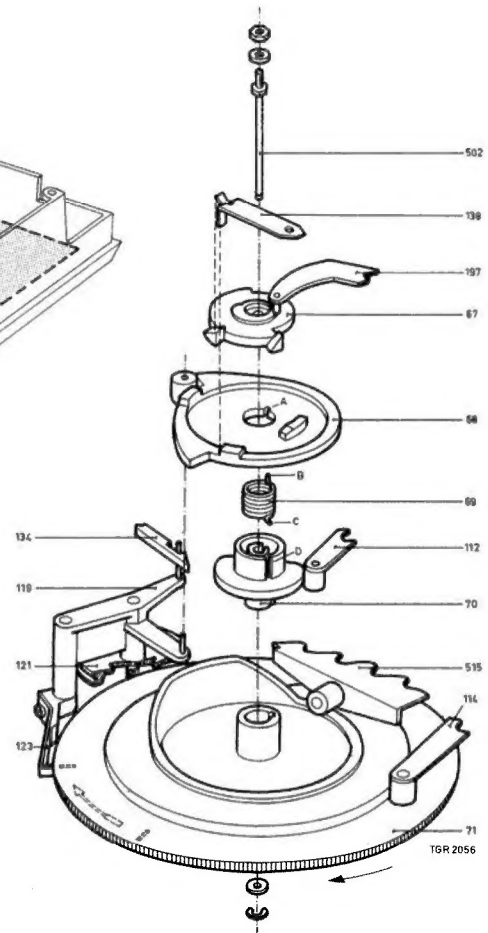

Fig. 4
### Het weer monteren van de commandoschijven pos. 67, 68, 70 en 71 (zie fig. 4)